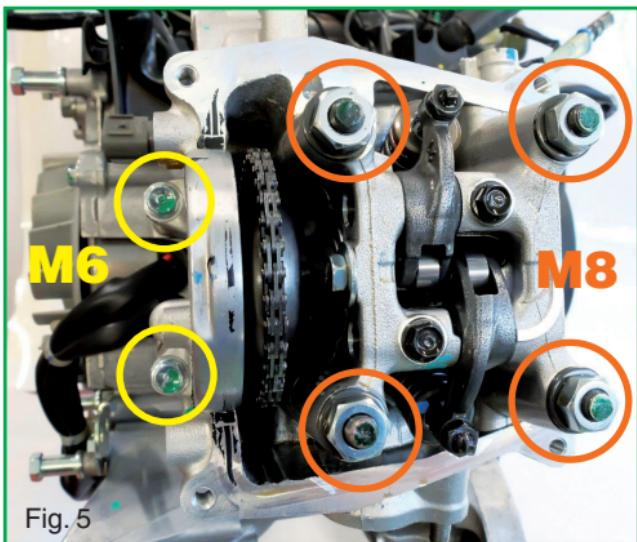

Fig. 5
- Retirer les deux vis M6 (Fig. 5) fixant la culasse au carter.
- Desserrer les quatre écrous M8 (Fig. 5) d'un demi tour chacun, puis les retirer.